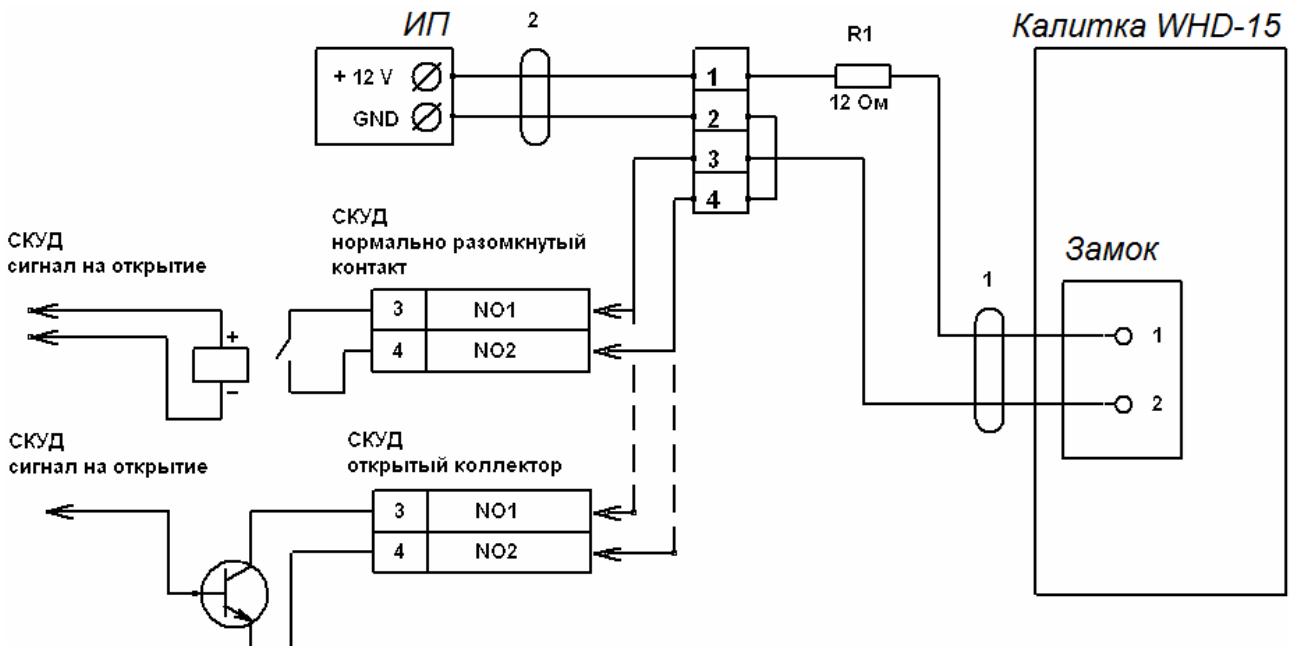

Рисунок 4. Рекомендуемая схема подключения электромеханического замка калитки к контроллеру СКУД
6. При работе калитки в составе СКУД подключите ИП и контроллер СКУД к электромеханическому замку калитки (см. рис. 4). Рекомендуется использовать ИП постоянного тока с напряжением питания 12 В и номинальным током не менее 3 А.
- Для предотвращения выхода замка из строя (ограничения тока в цепи питания замка) рекомендуется устанавливать резистор **R1** (см. рис. 4) номиналом 12 Ом (10 Вт).